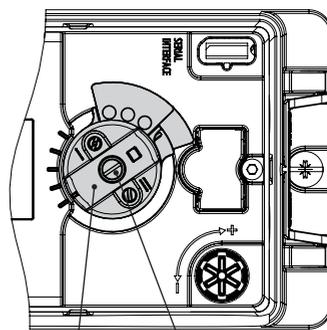
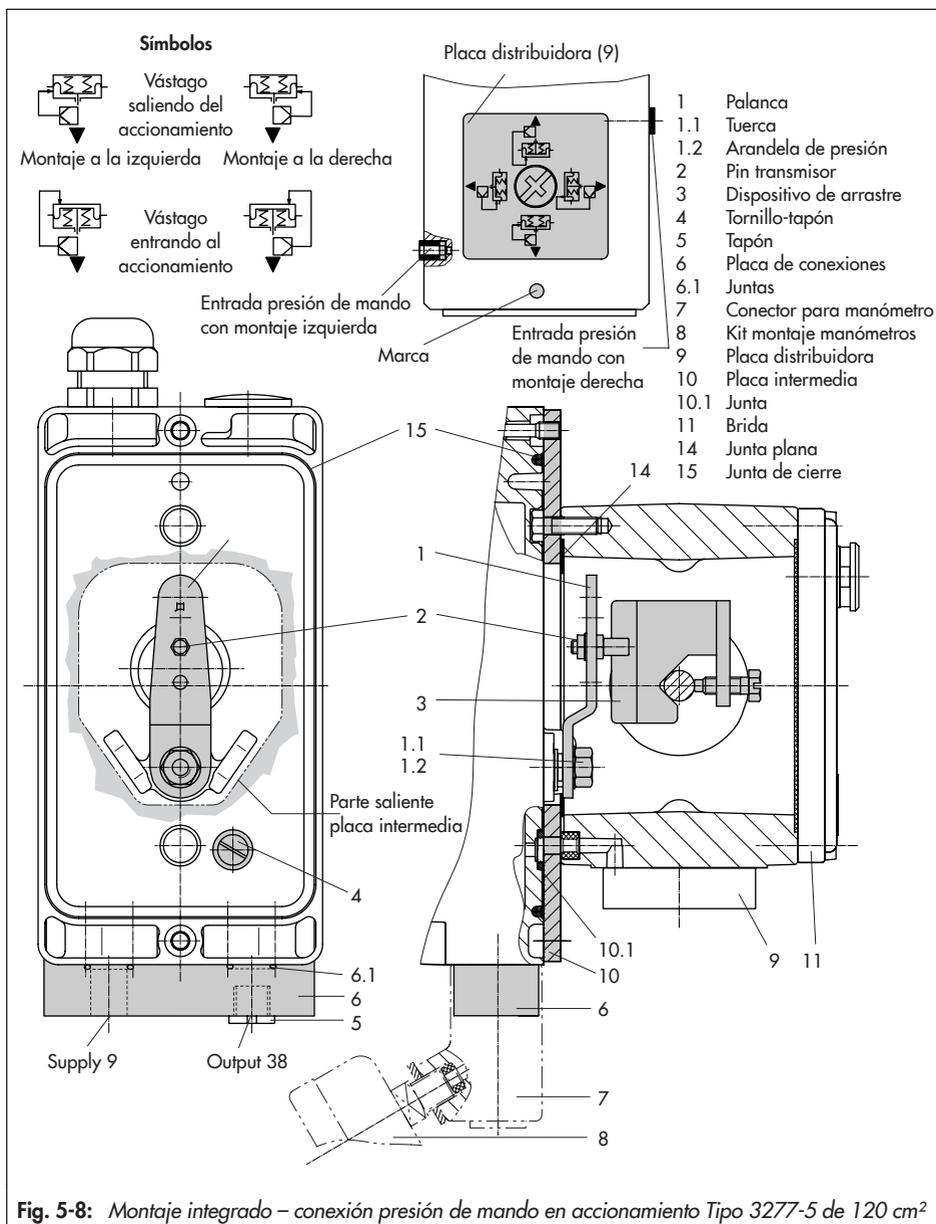

Fig. 5-5: Bloqueo del eje
Fig. 5-8: Montaje integrado – conexión presión de mando en accionamiento Tipo 3277-5 de 120 cm²
- No utilizar el tornillo de bloqueo para girar el selector. Girar el selector solo con la mano (ver Fig. 5-5).
→ Accionamiento de 120 cm² (ver Fig. 5-8)
→ Montar la placa distribuidora (9) en el puente del accionamiento según la posición de seguridad del accionamiento "vástago saliendo del accionamiento" o "vástago entrando al accionamiento". Hacer corresponder el símbolo con la marca según sea el montaje a la izquierda o a la derecha del puente (ver Fig. 5-8 arriba).
1. Montar la placa de conexiones (6) o el conector para manómetro (7) con el manómetro al posicionador, cuidando que las juntas (6.1) queden en su lugar.
2. Desatornillar el tornillo-tapón (4) de la cara posterior del posicionador y cerrar con el tapón (5) de los accesorios la salida "Output 38" de la placa de conexiones (6) o del conector para manómetro (7).
3. Colocar el dispositivo de arrastre (3) en el vástago del accionamiento, alinearlos y fijarlo de forma que el tornillo de fijación esté bien alojado en el encaje del vástago del accionamiento.
4. Fijar la placa intermedia (10) con la parte saliente más estrecha (Fig. 5-8 izq.) hacia la conexión de la presión de mando, la junta plana (14) tiene que quedar del lado del puente del accionamiento.
5. Controlar la posición del pin transmisor (2) en la palanca M (1). Tener en cuenta la posición del pin indicada en las tablas de carreras y si es necesario cambiar el pin de posición (ver cap. 5.4).
6. Colocar la junta de cierre (15) en la ranura de la carcasa del posicionador y la junta (10.1) en la parte posterior de la carcasa.
7. Colocar el posicionador en la placa intermedia (10) de forma que el pin transmisor (2) se apoye encima del dispositivo de arrastre (3). Para ello ajustar la palanca (1) y con la tapa del posicionador abierta, mantenerlo fijo por el bloqueo del eje (ver Fig. 5-5). La palanca (1) tiene que apoyar en el dispositivo de arrastre por acción del resorte. Atornillar el posicionador mediante los tornillos a la placa intermedia (10).
8. Montar la tapa (11) en el otro lado. Al hacerlo prestar atención para que una vez instalada la válvula, el tapón de desaireación apunte hacia abajo, para asegurar la evacuación de posibles condensados.
4. Controlar la posición del pin transmisor (2) en la palanca M (1). Tener en cuenta la posición del pin indicada en las tablas de carreras y si es necesario cambiar el pin de posición (ver cap. 5.4).
5. Colocar la junta de cierre (15) en la ranura de la carcasa del posicionador.
6. Colocar el posicionador en la placa intermedia de forma que el pin transmisor (2) se apoye encima del dispositivo de arrastre (3). Para ello ajustar la palanca (1) y con la tapa del posicionador abier-
ta, mantenerlo fijo por el bloqueo del eje (ver Fig. 5-5). La palanca (1) tiene que apoyar en el dispositivo de arrastre por acción del resorte.